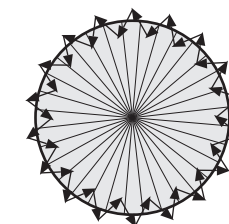

Рис. 18
4.4.1.4 Пройдите снаружи поперек диаграммы обнаружения, пока красный или зеленый светодиод не загорится приблизительно на 2 с, а затем погаснет; следующее срабатывание должно быть с интервалом 2 с (см. рис. 18).